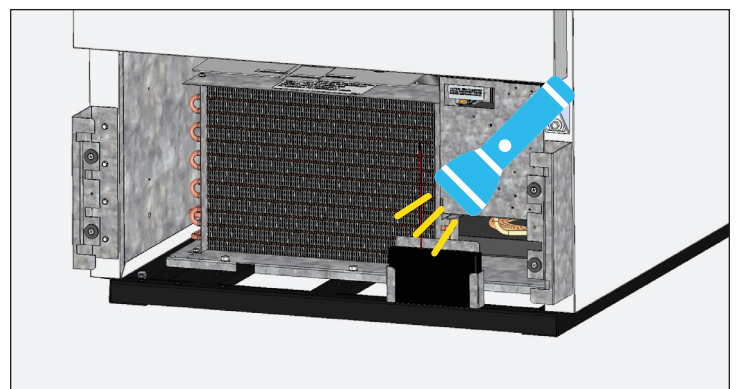

Fig. 6. Compruebe que se hayan eliminado todas las obstrucciones.
4. Luego de eliminar la suciedad de la superficie del serpentín, use una linterna para verificar que puede ver a través del serpentín y observar cómo gira el aspa del ventilador del condensador. Véase la fig. 6.